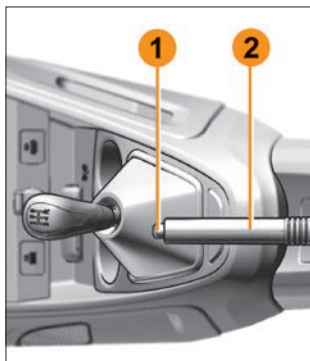

Рис. 3.8.1. Рычаг стояночного тормоза
**Включение стояночного тормоза.** Потяните рычаг 2 (рис. 3.8.1) вверх и убедитесь, что автомобиль надежно заторможен. Горящий сигнализатор (P) в комбинации приборов указывает на включенный стояночный тормоз.